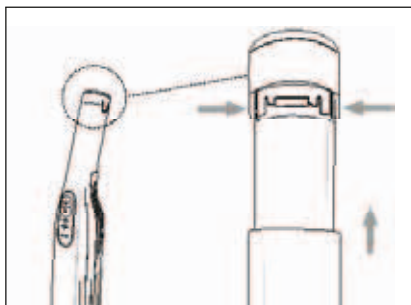

Abb. 10
- ♦ Um den Akku **2** vom Gerät zu entfernen, halten Sie die beiden Akku-Entriegelungstasten **1** gedrückt und ziehen Sie den Akku **2** aus dem Gerät (siehe Abb. 10).